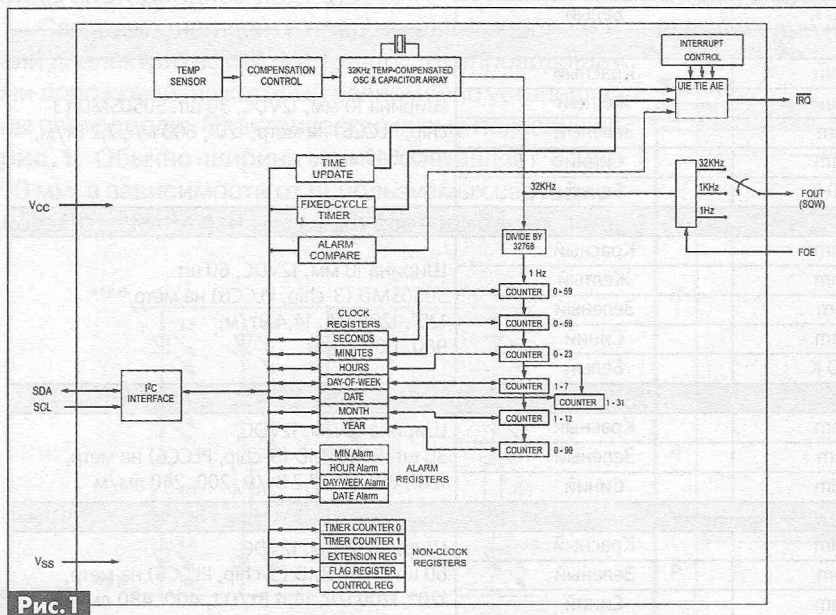

Рис. 1
- Техническое описание МС M41TC8025 на английском языке можно скачать по ссылке [1]. Ее функциональная схема показана на рис. 1.